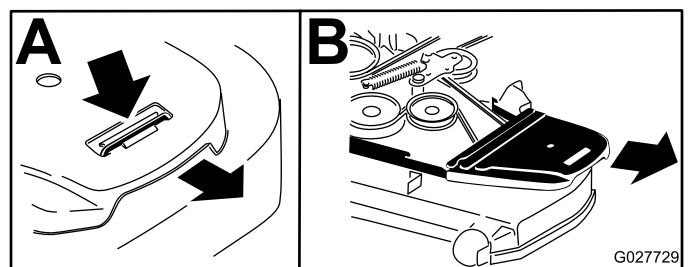

Figure 101
5. Retirez le couvercle de courroie en plastique (Figure 101).
4. Déposez les protège-courroies (Figure 101).